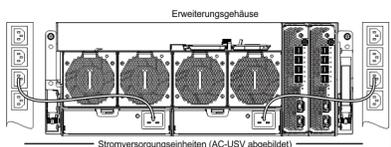

Abbildung 60. Typischer Anschluss eines Wechselstromkabels von der PDU zur PSU
- In Abb. 60 ist der Netzanschluss von einer PSU mit einem Kern zu einer PDU mit C19-Anschlüssen dargestellt.
1. Schalten Sie das System ein, indem Sie die Netzkabel von der PSU an die PDU anschließen. Siehe Abb. 60 auf Seite 59.